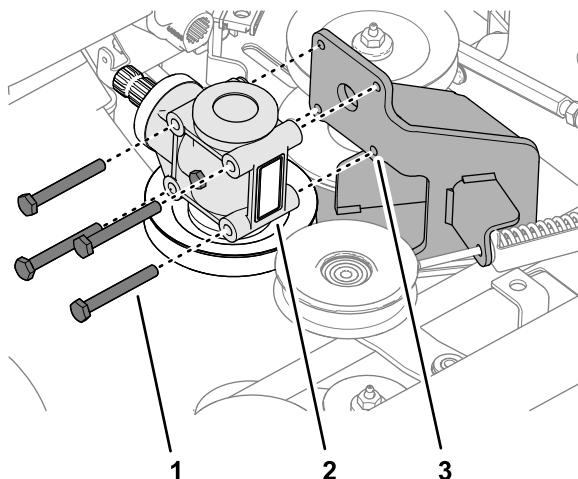

Figure 118
- Retirez les 4 boulons qui fixent le boîtier d'engrenages du plateau de coupe à son support (Figure 118).
1. Alignez les trous du boîtier d'engrenages du plateau de coupe et ceux du support du boîtier ; voir la Figure 118 sous Dépose du boîtier d'engrenages \(page 84\).